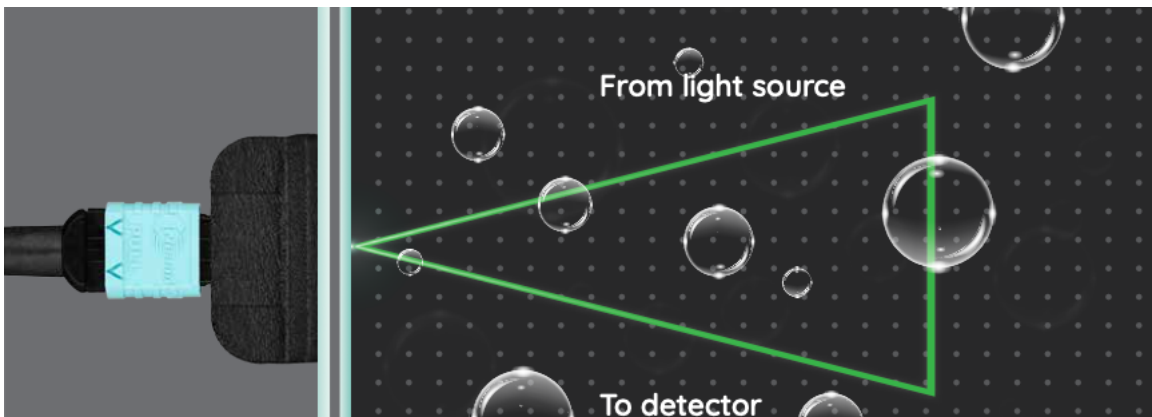

图 1 Optura Spy 所采用的生物光反射技术的原理
Optura Spy 的核心技术是 Aber Instruments 创新的近红外（NIR）波段光反射技术，专为解决非接触式在线测量而设计（如图 1）。其核心机理如下：
1. **适配器集成：** 将 Aber 提供的适配器手动贴合到指定位置。适配器必须贴合正对着培养液的位置，且在摇摆过程中，确保其测量窗口（向内 2.5cm 区域）完全处于液面以下（参考图 1）。